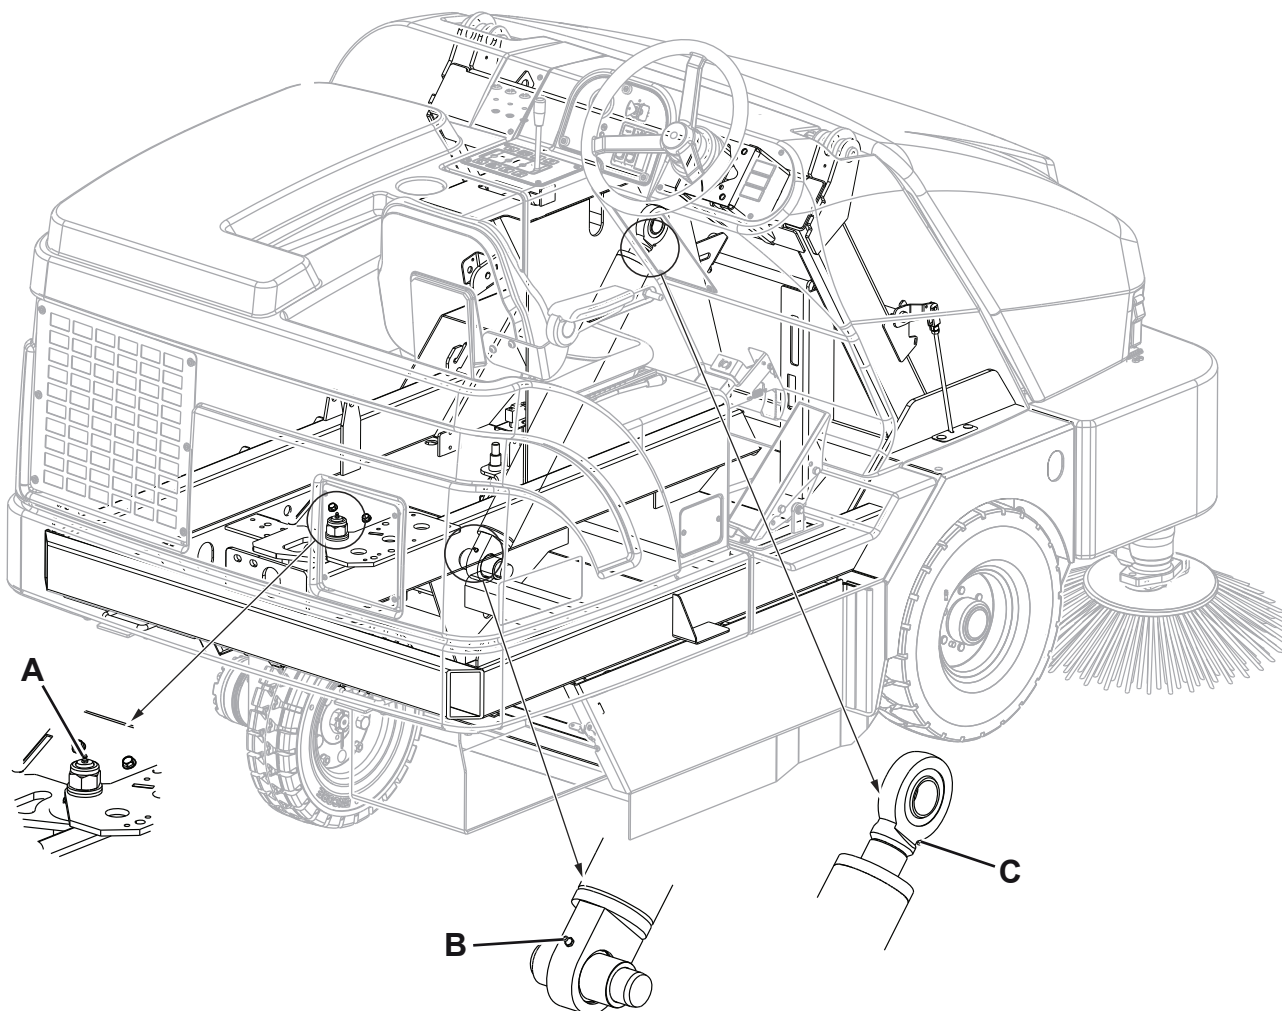

Figure 2
- Pivot de la roue motrice (A, Fig 2)
- Extrémité inférieure du vérin de levage du conteneur à déchets (B)
- Extrémité supérieure du vérin de levage du conteneur à déchets (B)